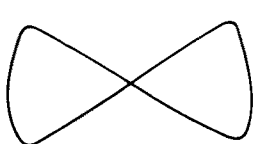
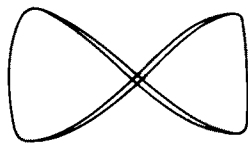
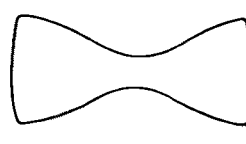
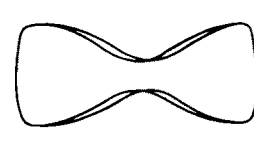

Fig. 15a
Fig. 15b
Fig. 15c
Fig. 15d
- Ontstaat figuur 15b regel dan S652 met trimsleutel 18 totdat fig. 15a ontstaat
- Indien fig 15c ontstaat regel dan R1370 tot fig. 15a ontstaat.
- Indien fig. 15d ontstaat regel dan eerst met trimsleutel 18 S652 tot fig. 15c ontstaat en daarna R1370 tot fig. 15a ontstaat.
- Si la figure 15a apparaît, il n'y a pas lieu de régler.
- Si la figure 15b apparaît, régler à l'aide de la clé 18 S652 jusqu'à l'obtention de la figure 15a.
- Si la figure 15c apparaît, régler R1370 pour obtenir la figure 15a.
- Si la figure 15d apparaît, régler d'abord avec la clé 18 S652 pour avoir la figure 15c, et ensuite R1370 pour obtenir la figure 15a.
- Erhält man Fig. 15a, erübrigt sich ein weiterer Abgleich.
- Erhält man Fig. 15b, so ist S652 mit Trimmingschlüssel 18 abzugleichen, bis Fig. 15a entsteht.
- Erhält man Fig. 15c, ist R1370 abzugleichen bis Fig. 15a entsteht.
- Erhält man Fig. 15d, ist zuerst S652 mit Trimmingschlüssel 18 abzugleichen bis Fig. 15c entsteht, und danach R1370, bis Fig. 15a entsteht.